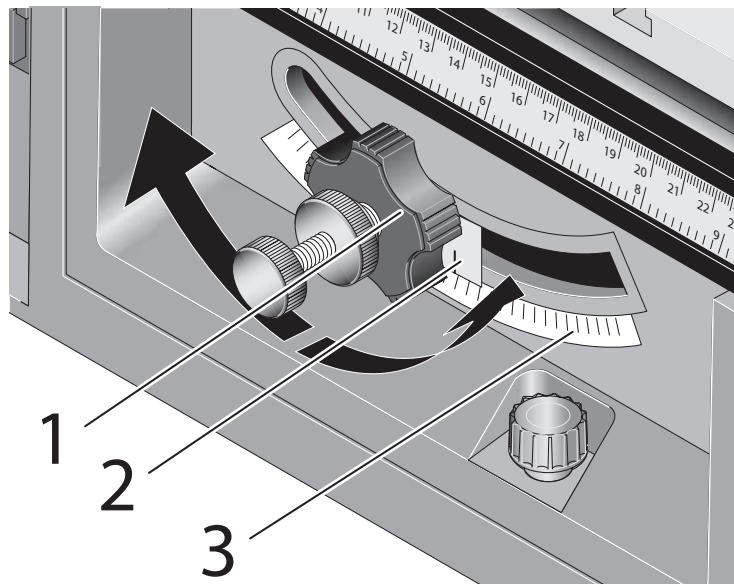

Abbildung 3: Verstellung der Sägeblattneigung
- a) Verstellrad 1 (Abbildung 3) lösen.